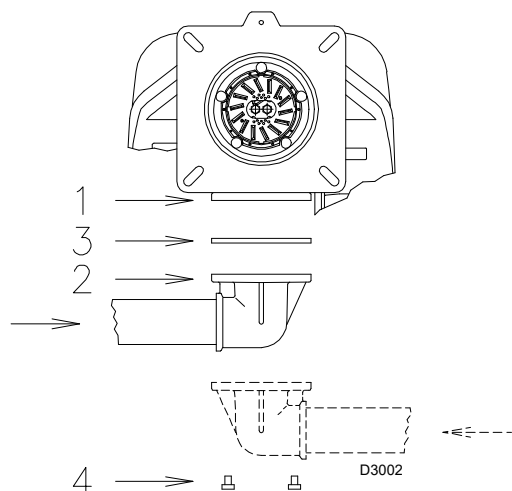

Fig. 28
- La rampe gaz doit être reliée au raccord du gaz 1)(Fig. 28), à travers la bride 2), le joint 3) et les vis 4) fournies de série avec le brûleur.
- La rampe peut arriver au besoin depuis la droite ou la gauche, voir la Fig. 28.